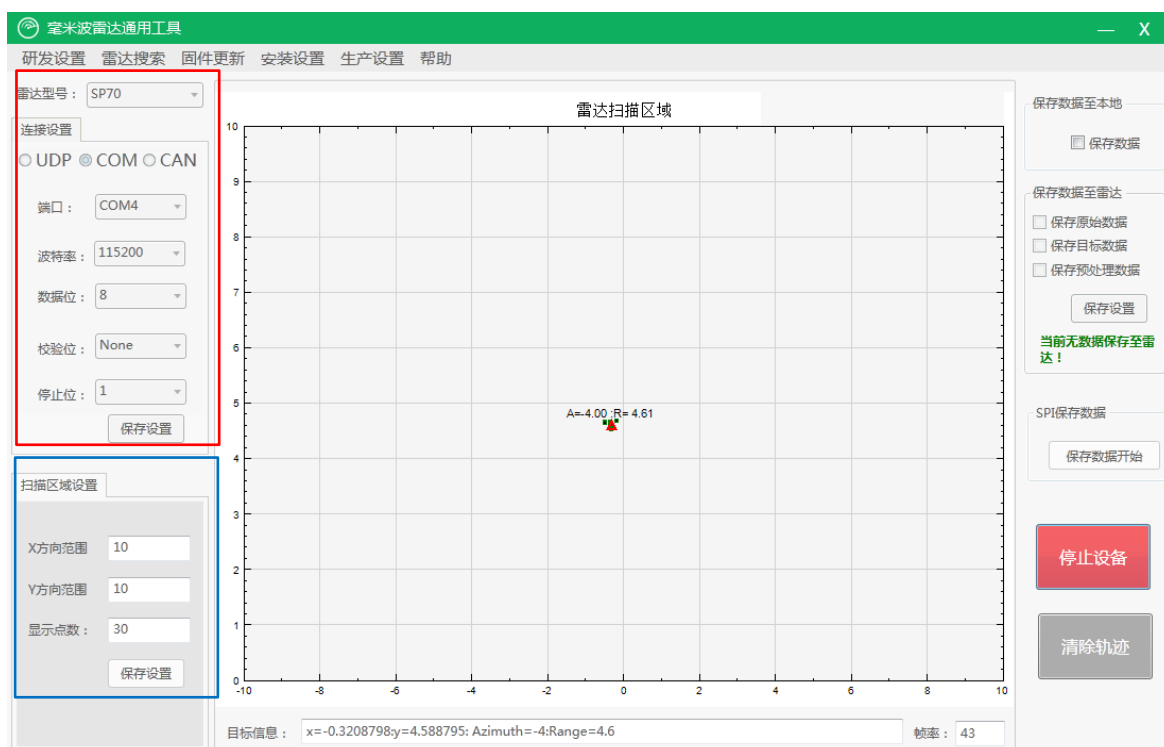

图 7 雷达上位机测试界面
3) USB 串口适配器连接 PC 机，打开上位机软件，首先配置参数如图 7(连接线插入电脑后，再打开上位机软件，软件会自动检测端口)，红色部分为 SP70C 测试配置参数(SP70C 使用 SP70 的上位机测试程序)，蓝色部分为根据测试距离调整的坐标范围。随后点击右侧**连接设备**按钮。
4) 开始测试。SP70C 雷达天线面正对运动目标，或者传感器与目标存在相对的微小运动，可查看 UI 界面会出现目标指示的红色三角，并显示目标距离 R。图 7 中，目标与雷达的径向距离为 4.51 米(**SP70C 对地可测 40 米范围内目标**)，如果没有出现红色三角指示，说明在可探测距离与视野内没有目标出现(**红色为目标当前位置，绿色为目标之前的轨迹**)。传感器指示灯与对应的指示状态关系如下表：